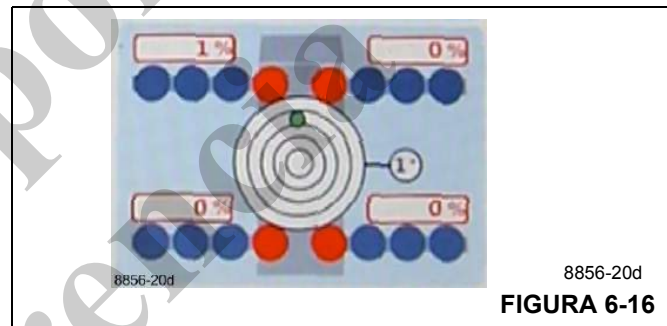

FIGURA 6-16
9. Alinee el camión grúa en sentido horizontal (Figura 6-16).